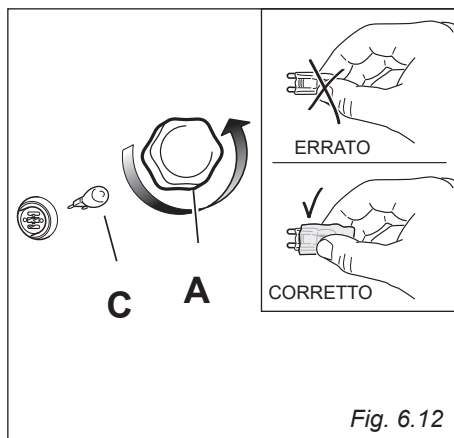

Fig. 6.12
- Svitare la calotta protettiva "A" (fig. 6.12).